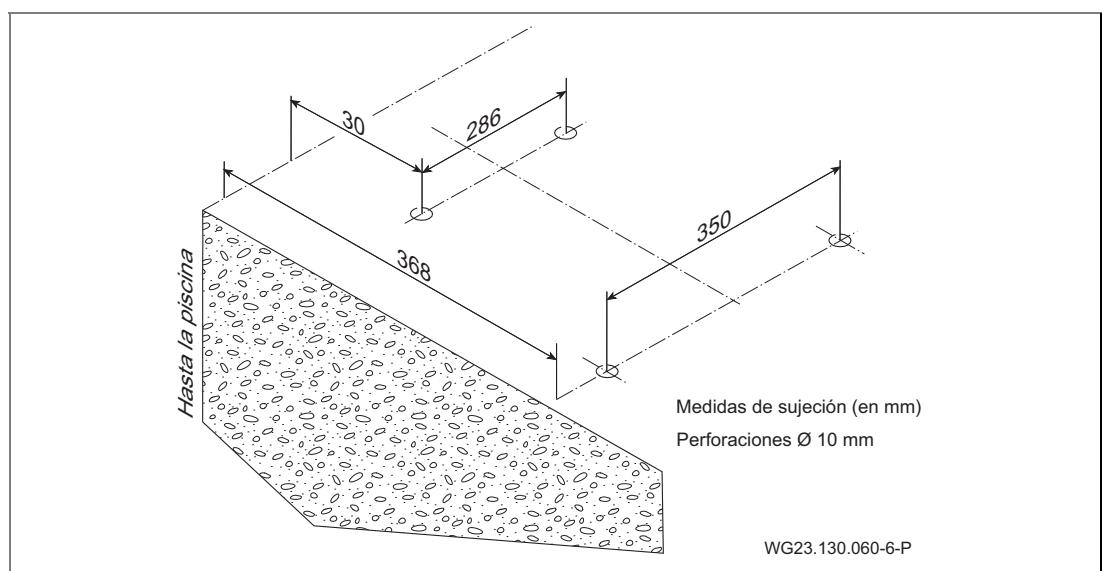
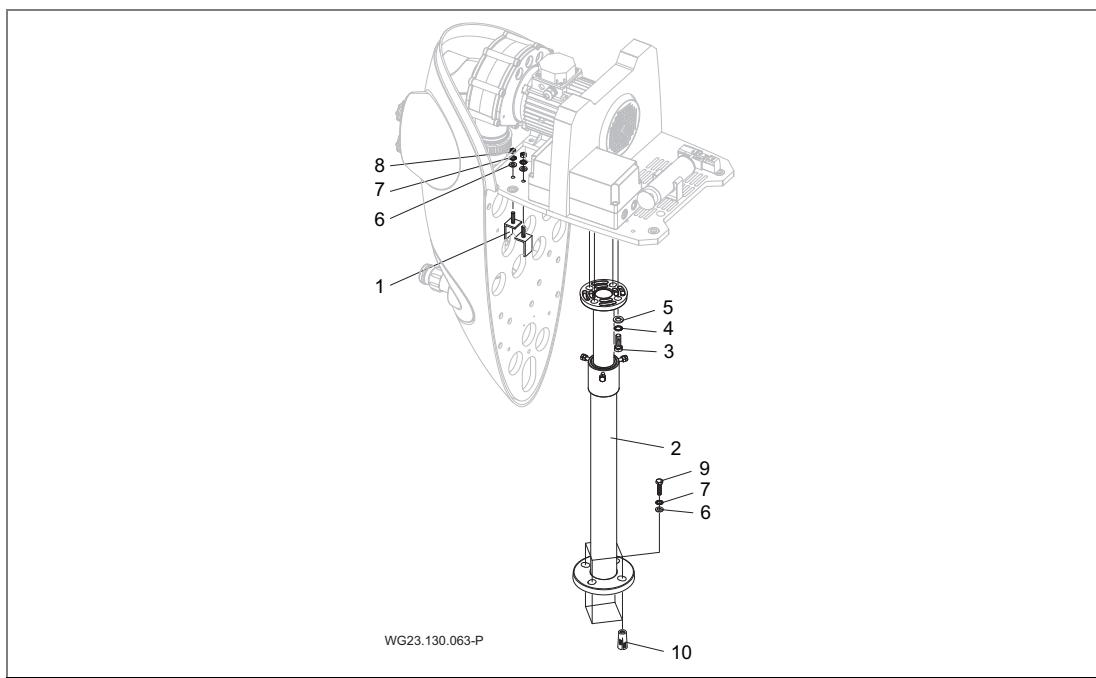

Fig. 4
Fig. 5
- Escoger y preparar sitio de instalación según Fig. 4. Cuando el dispositivo se va a usar en piscinas montables sobre tierra, se ha de utilizar el pie de apoyo telescopico de seguridad. Ver "Fig. 5", página 20
- Elevar dispositivo y perforar en el lugar marcado Ø 10 mm. Ver "Fig. 4", página 19